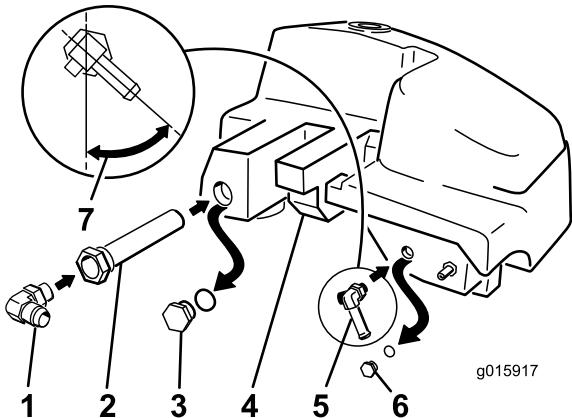

Figura 9
4. Instale o T pequeno de 90 graus com entalhes no local onde retirou o pequeno tampão (Figura 9).